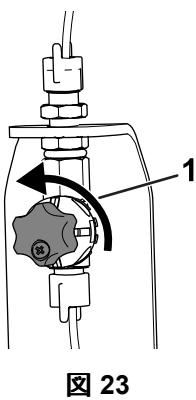

図 23
- 使い始めは、泡密度調整バルブを左に $\frac{1}{8}$ - $\frac{1}{4}$ 回転開いた状態とする図 23。